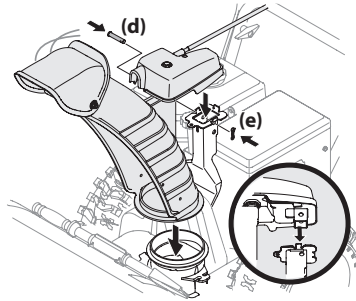

Figura 2-30
3. Coloque el canal sobre la base del canal y asegúrese de que la varilla de control del canal se encuentre debajo del panel de la manija. Sujete el cabezal de control del canal a la ménsula de soporte del canal con el pasador de horquilla (d) y el pasador de chaveta con unión curva (e) que extrajo en el Paso 1. Consulte Figura 2-30.